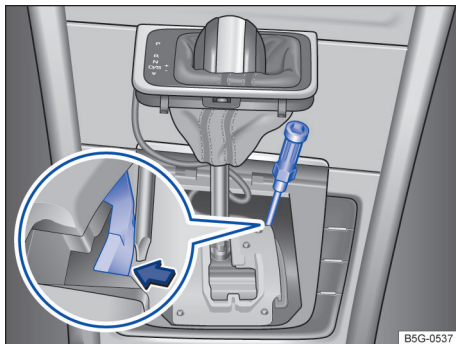

Fig. 111 Destravar emergencialmente o bloqueio da alavanca seletora (variante 1).
- Com a lâmina plana da chave de fenda das ferramentas de bordo pressionar cuidadosamente a alavanca de destravamento no sentido da seta → Fig. 111 (lupa) e manter nessa posição (variante 1).